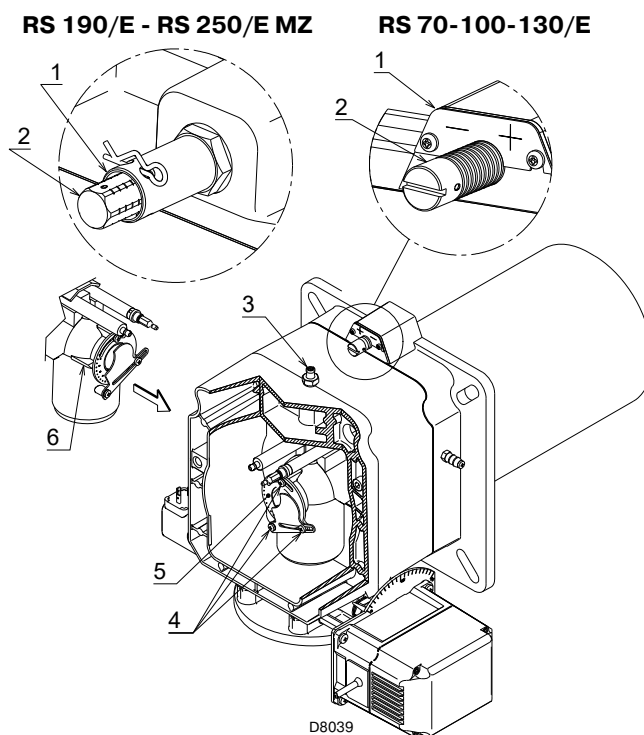

Рис. 18
- Повернуть винт 2 (Рис. 18), чтобы он совпал с риской на передней плоскости 1) фланца.
Чтобы упростить регулировку, ослабить винт 3) (Рис. 18), выполнить регулировку, затем заблокировать.
- Ослабить винта 4)(Рис. 18) и повернуть зажимное кольцо 5) так, чтобы совпала с риской на указателе 6).